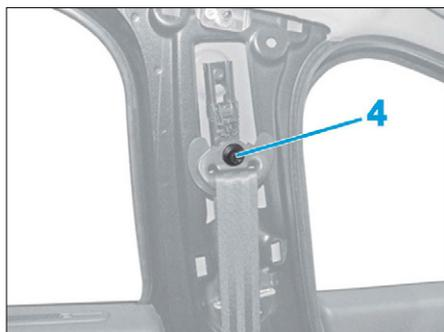

FIG. 15
- Déposer la vis (4) (Fig.15).